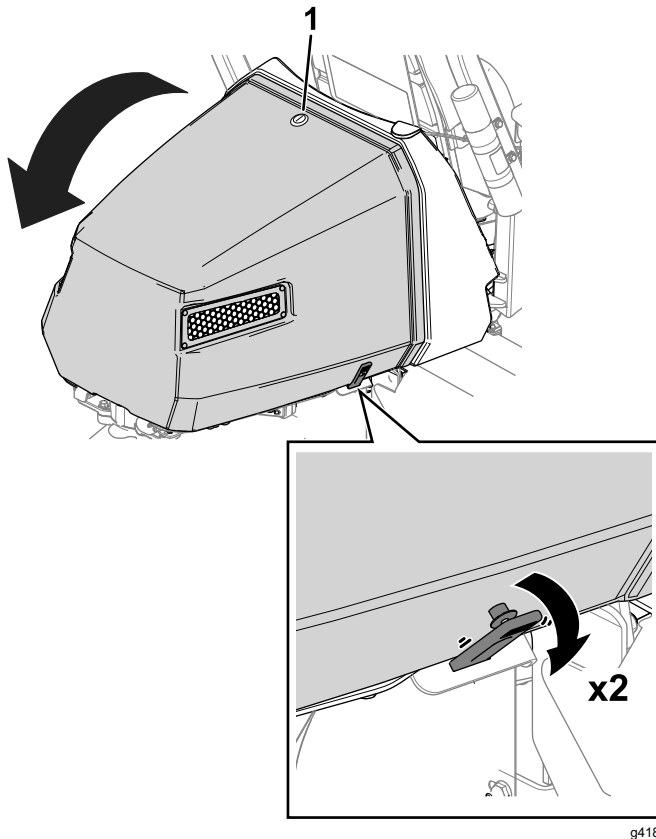

Figura 45
1. Desenganche el cierre del capó (Figura 45).
2. Abra los cierres en cada lado del capó (Figura 45).